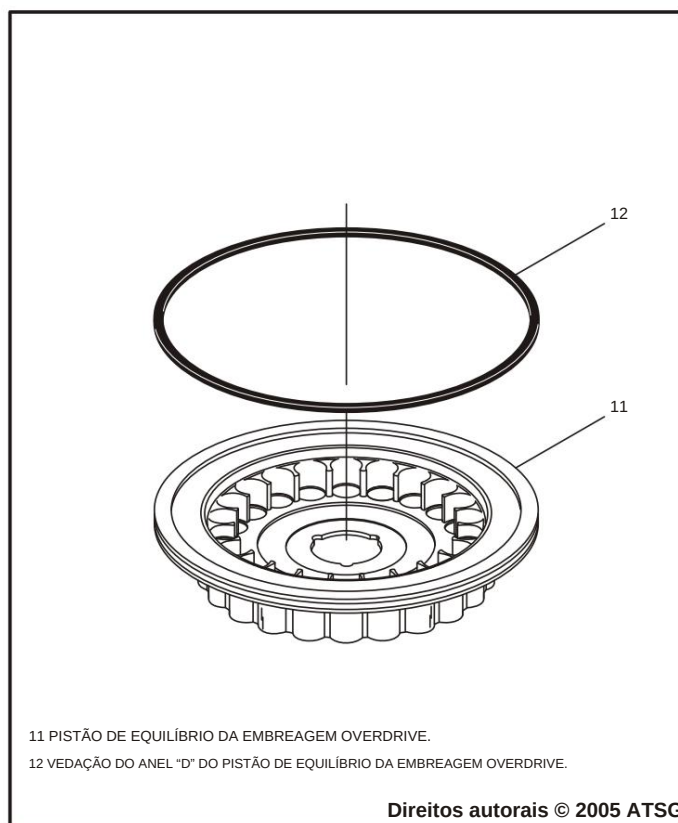

Figura 80
7. Instale o novo anel de vedação "D" no pistão de equilíbrio da embreagem overdrive, conforme mostrado na Figura 80, e lubrifique com uma pequena quantidade de Trans-Jel®.